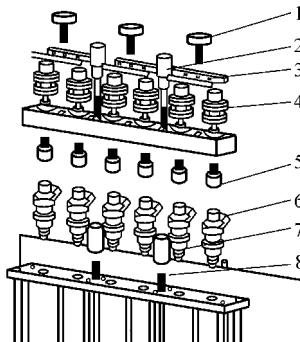
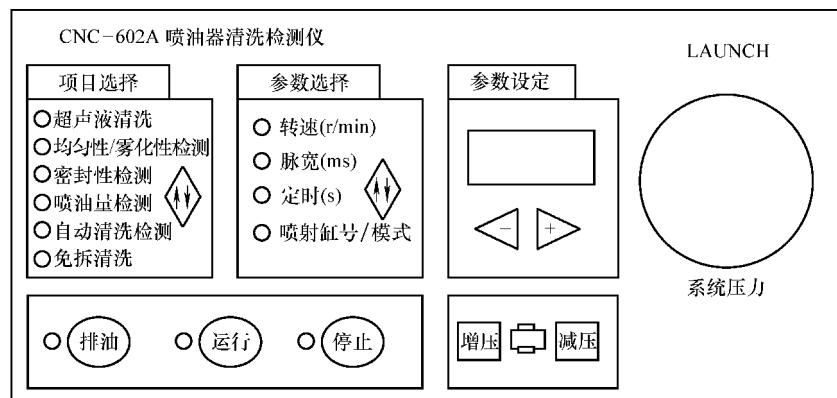

图 5-22 喷油器安装示意图
图 5-23 CNC—602A 喷油器清洗检测仪控制面板
- ① 从配件盒中选择配套的分油器堵塞，然后涂抹少许润滑脂，将堵塞装入分油器。
- ② 装好月牙压板，拧紧压板螺钉。
- ③ 根据喷油器连接类型，选择合适的直排油接头安装于分油器下方对应的偶件处。
- ④ 依据喷油器的高度，选择合适的调节螺杆与滚花螺母安装于分油器支架上。然后将分油器及喷油器安装在分油器支架上，均匀紧固好两个滚花螺杆，如图 5-22 所示。
- ⑤ 插好喷油器脉冲信号线并接通电源。
- ⑥ 如果测试量杯中有检测液，按 [排油] 键将测试量杯中的检测液排净，如图 5-23 所示。然后在控制面板中选择均匀性/雾化性检测，设定相应的工况参数，按 [运行] 键即可。
- ⑦ 检测完毕，系统自动停止，并以蜂鸣器鸣叫提示。